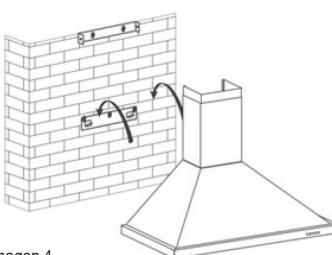

Imagen 4
- Cuelgue la campana en su soporte (consulte la imagen 4).